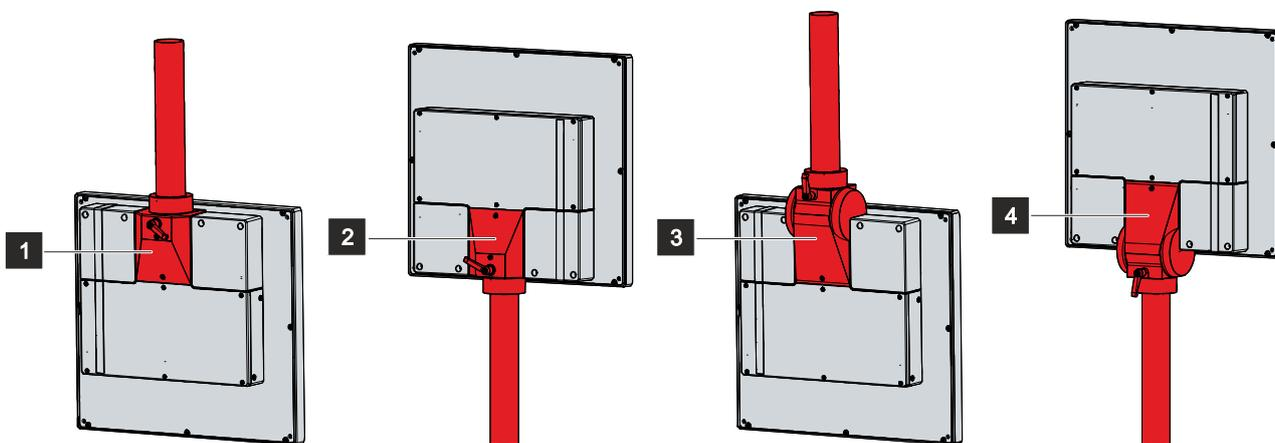

Abb. 6: Tragarmadapter
Abbildung 6 zeigt den Standard-Tragarmadapter (1) und die drei verfügbaren Adapteroptionen (2-4). Alle Adapter verfügen über einen Klemmhebel zur Verdrehsicherung und können um  $\pm 165^\circ$  geschwenkt werden. Die Adapter adaptieren den Panel-PC mit einem 48 mm Rundrohr. Die zulässige Toleranz liegt bei  $-0,1$  bis  $+0,8$  mm.